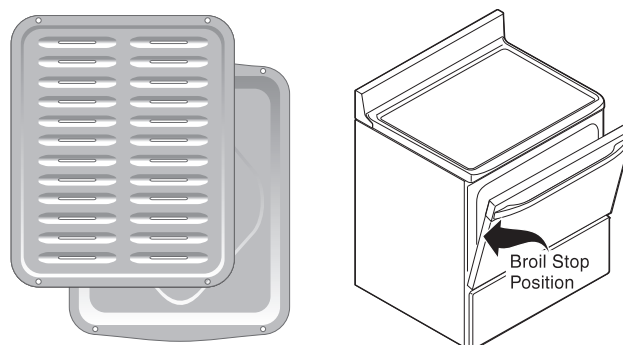

Figure 16 : Lèche-frite et grille de lèche-frite (G) porte ouverte à la position d'arrêt (D).
3. Appuyer sur  pour griller à **haute intensité (HI)** ou sur  pour **faible intensité (LO)**. La majorité des aliments peuvent être grillés avec la fonction < Broil > (griller) réglée sur < HI > (haute intensité). Sélectionner le paramètre < LO > (faible intensité) pour éviter un excès de brunissement ou le séchage des aliments qui doivent être bien cuits.
6. Déposer la lèche-frite avec grille sur la grille du four. Laisser la porte du four ouverte à la position d'arrêt durant la cuisson au grilloir (Figure 16).